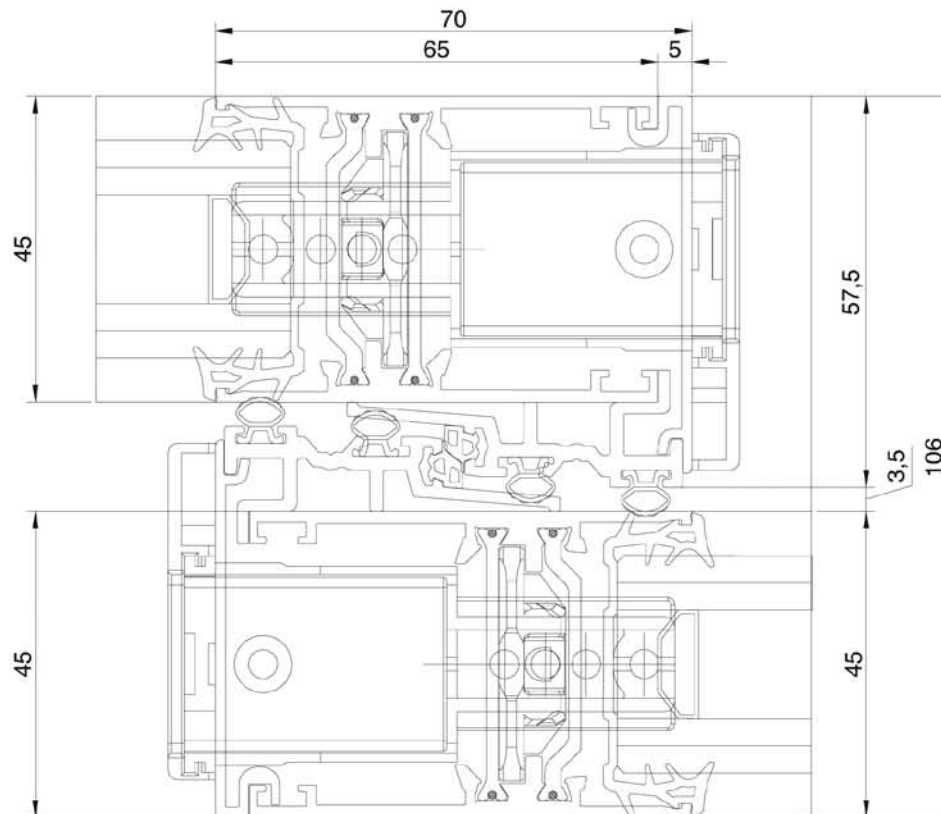

Fig. 8. Sezione del nodo centrale del campione pervenuto e sottoposto a prova (dimensioni nominali dichiarate, espresse in mm)
- **Vetri:** vetrocamera 6/7/18/6/7, distanziale warm edge (Psi 0.05) secondo parametri AGC prodotto dalla ditta Eurovetro, Sellia Marina (CZ) secondo parametri AGC.
- **Taglio termico (cfr. Fig. 8):** realizzato mediante barrette in poliammide 6.6 caricato al 25% con fibra di vetro, prodotto dalla ditta ESINGER GmbH, Nufriger Amtsgericht (Stuttgart) Germania